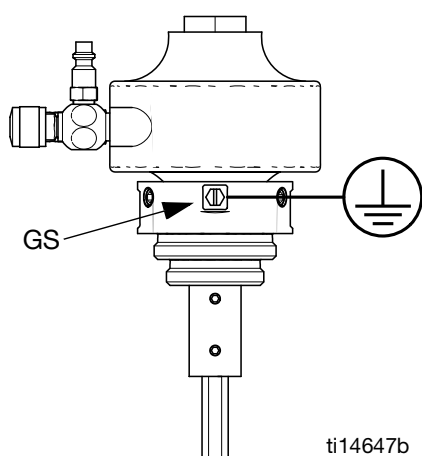

FIG. 1. Parafuso de ligação à terra
Consulte a FIG. 1. Afrouxe o parafuso de ligação à terra (GS). Insira uma extremidade de um fio de ligação à terra de 12 ga., no mínimo, atrás do parafuso de ligação à terra e aperte o parafuso firmemente. Ligue o grampo terra a um piso terra verdadeiro. A Graco disponibiliza um fio de terra e grampo, Referência 238909.